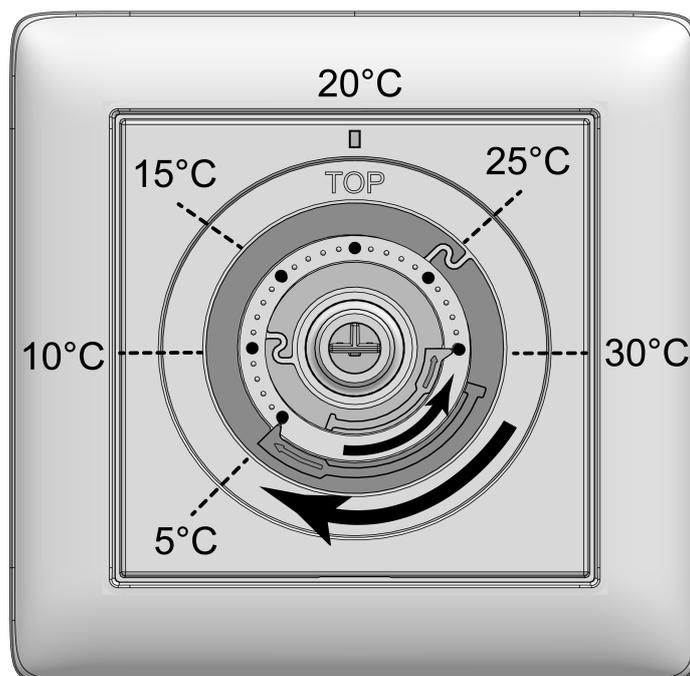

рисунок 3: Установочные кольца для ограничения температуры
- Отожмите кнопку управления (5) на центральной плате (4), чтобы увидеть установочные кольца (7) (см. рисунок 3). Отображенные значения температуры на рисунке являются ориентировочными.